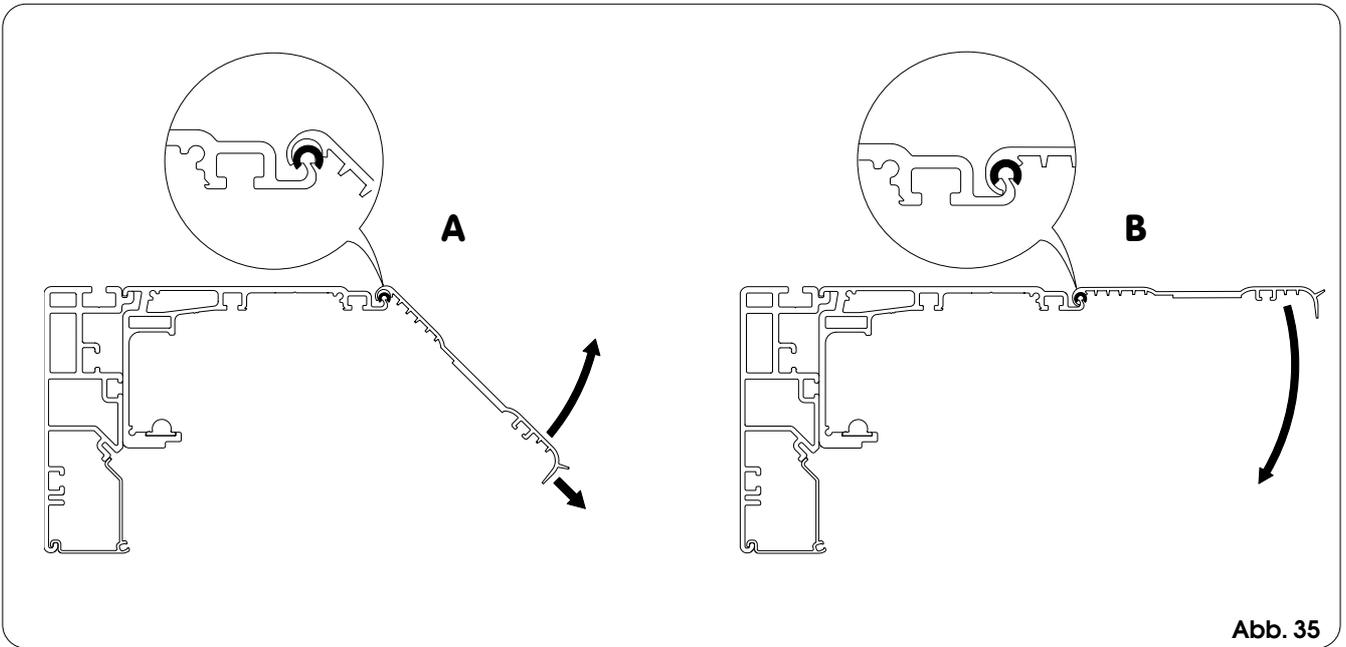

Abb. 35
- Die Abdeckung auf den Abstandhaltern auflegen und, durch Zug wie in Abb. 35 Bez. A gezeigt, nach oben drehen, bis sie korrekt eingehängt wird (Abb. 35 Bez. B), dann wieder schließen.